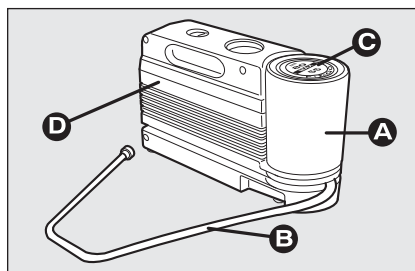

fig. 3
- ☐ un aerosol **A** fig. 3 con líquido sellador, que lleva: